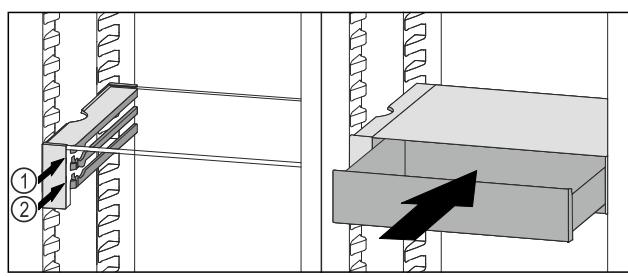

Fig. 144
- VarioSafe-Schubfach hinter den Stopfern auf gewünschter Rippe Fig. 144 (1) oder Fig. 144 (2) aufsetzen.